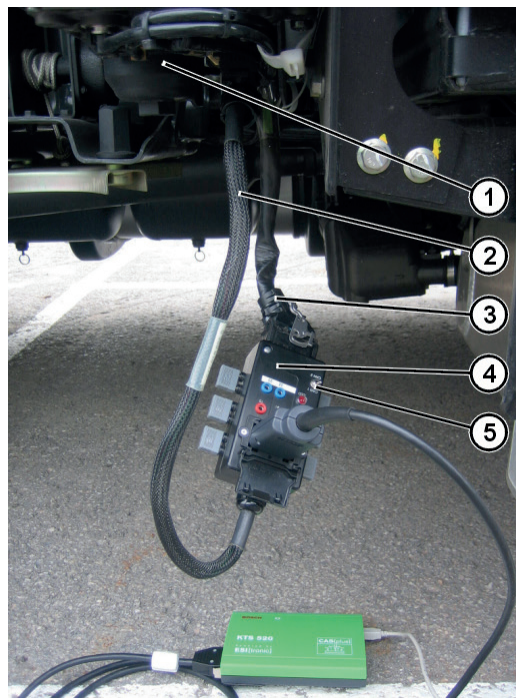

Fig. 2: Ligação do módulo adaptador
2. Separar a ligação de encaixe em baixo no módulo de alimentação (Fig. 2, Pos. 1). Para isso, pressionar as saliências de engate na parte de plástico do conector e soltar a alavanca de bloqueio.
3. Ligar o tubo de ligação (Fig. 2, Pos. 2) do módulo adaptador ao módulo de alimentação.
4. Ligar o conector do lado do chicote (Fig. 2, Pos. 4) ao módulo adaptador.
5. Ligar o aparelho de teste de diagnose à ligação de diagnose do módulo adaptador (Fig. 2, Pos. 4).
6. Selecionar a interface para a comunicação de diagnose com o interruptor (Fig. 2, Pos. 5).